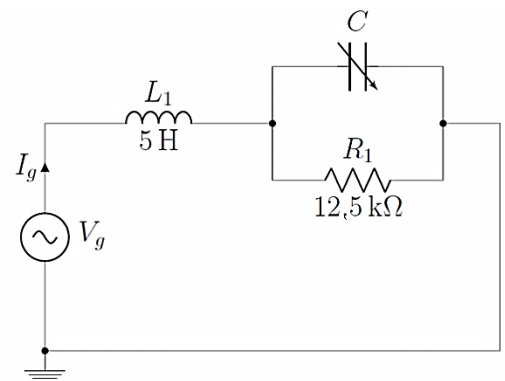

Figura 14
18. O circuito representado na Figura 14 encontra-se em regime permanente senoidal, e a expressão que define a tensão da fonte é dada por $V_g = 250 \cdot \cos(1000 \cdot t)$ V. O capacitor variável C pode modificar a impedância vista pelos terminais da fonte de tensão alternada V_g .